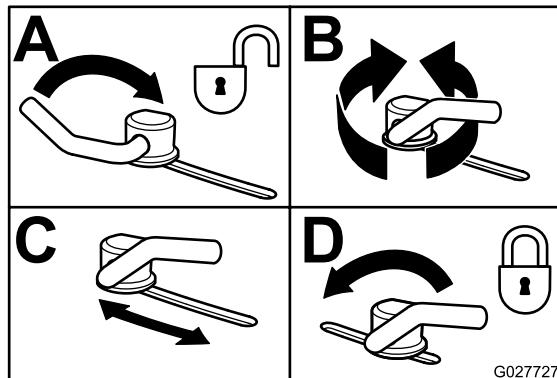

Figura 31
- Para ajustar los bloques de leva, levante la palanca para aflojar el bloqueo de leva (Figura 31).
- Devuelva la palanca a su posición original para apretar el deflector y los bloques de leva (Figura 31).